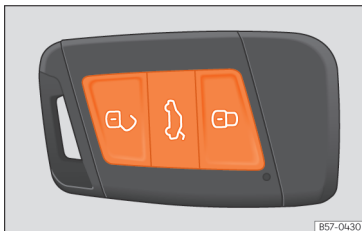

Fig. 78 Chave com comando à distância: botões.
- Trancar: pressione o botão  » **Fig. 78.**